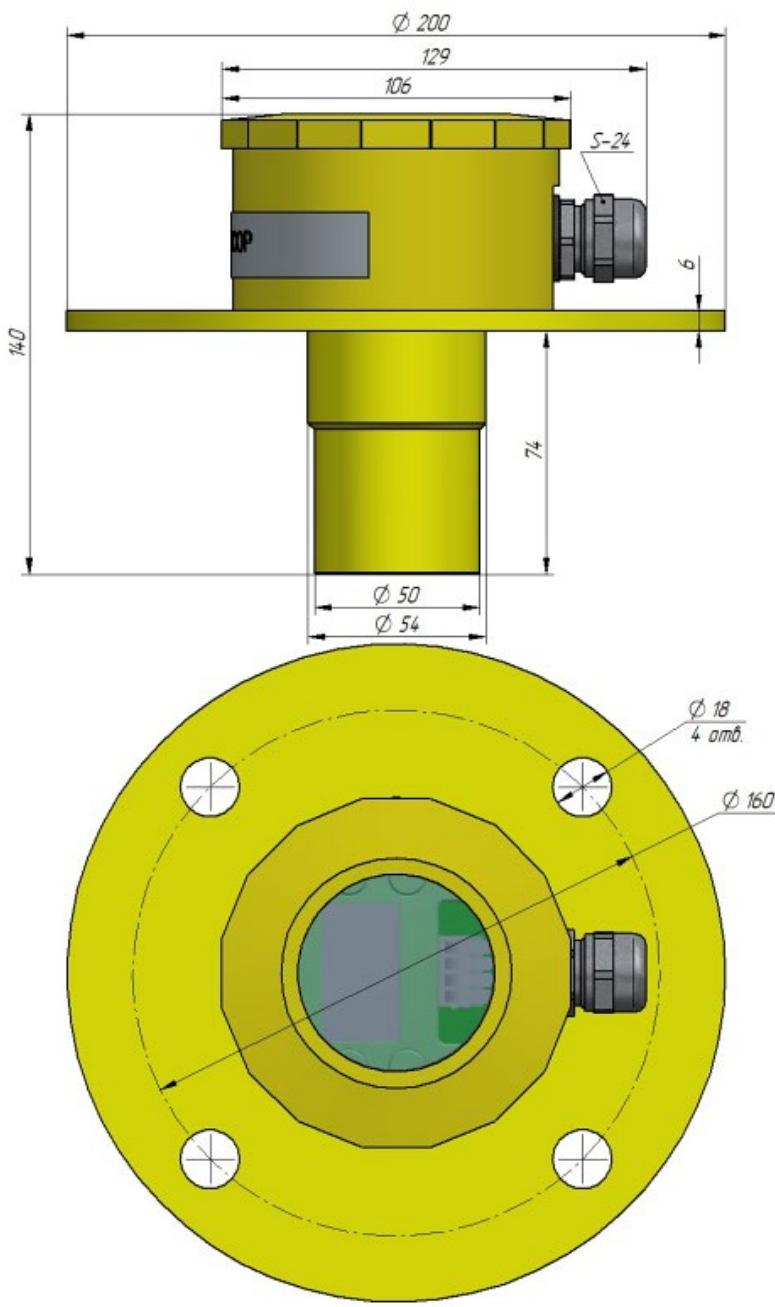

Рисунок 1 – Внешний вид датчика
3.1 Датчики состоят из металлического корпуса с крышкой, в котором размещены две печатные платы с электронными компонентами, гермовода и ультразвукового элемента (Рис. 1). Под крышкой расположен OLED-индикатор и четыре кнопки для настройки и калибровки датчика. В крышке датчика расположено стеклянное окно, для просмотра показаний датчика.